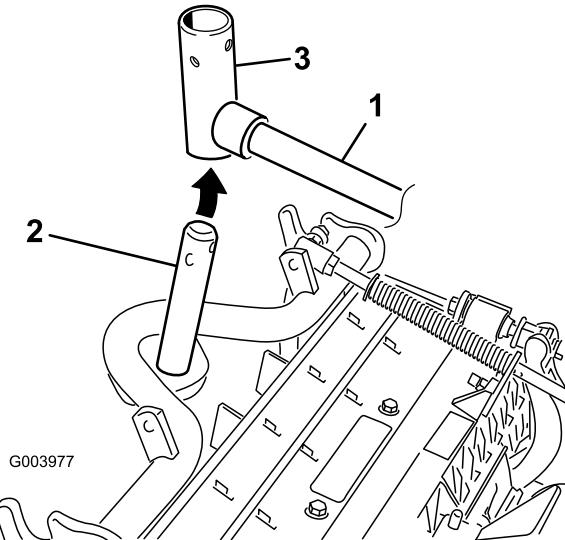

図 10
8. フロントに取り付けるカッティングユニットは、昇降アームの下に入れるときにキャリア・フレームのシャフトを立てて昇降アームのピボット・ヨークに挿入する（図 10）。
- B. 昇降アームのヨークをキャリア・フレームのシャフトに通す（図 10）。